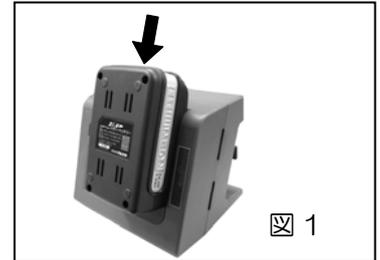

図 1
- 2、充電式電池を充電器の差込口に最後まで差し込んでください（図 1）。